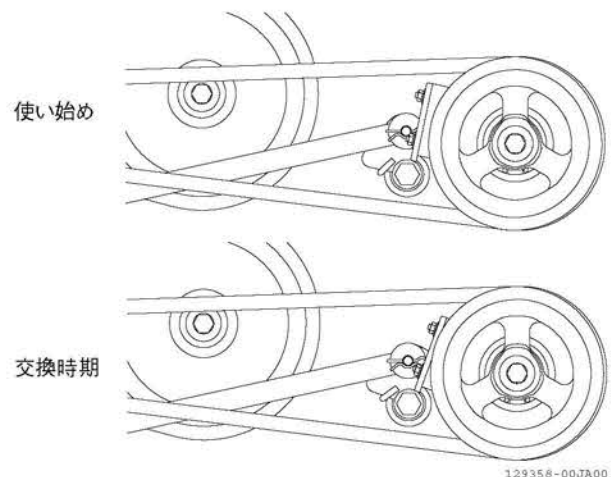

図 4-49 ブレーキシューの交換めやす
2. プーリ外周とブレーキスターが重なるようになったら交換めやすです。(図 4-49)